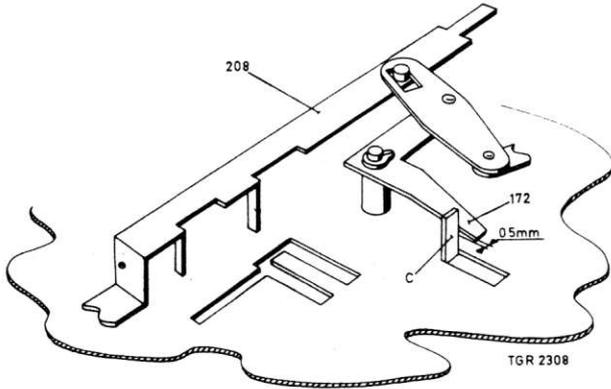

Fig. 13
Réglage du bloc des touches de commande, voir fig.13 et 30
- La distance entre la patte C et l'étrier 172 doit être d'env. 0,5 mm, voir fig.13.